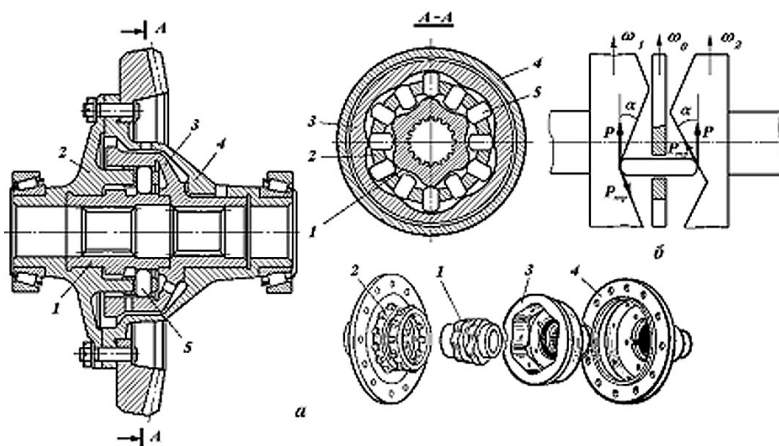

Рис. 3. Кулачковый дифференциал повышенного трения
15. НОМЕРА ПОЗИЦИЙ НА РИС. 3 НАЗВАНИЕ ДЕТАЛИ
16. ДЕТАЛИ ДИФФЕРЕНЦИАЛА {сухари звёздочки} НА РИС. 3 ПРИ БУКСОВАНИИ ОДНОГО ИЗ КОЛЁС